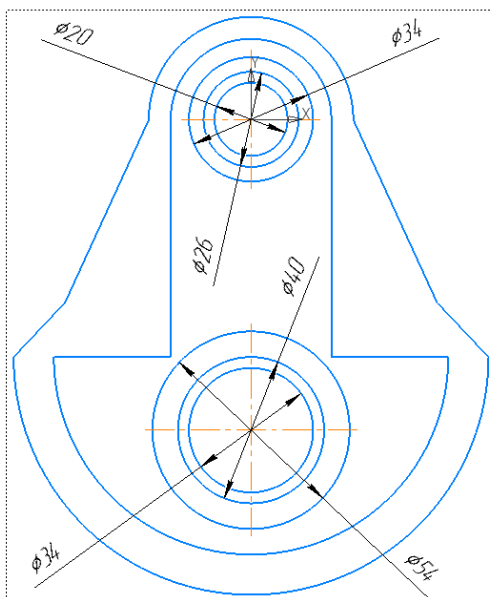

Рисунок 8 Вид детали сзади.
- 16) Примените инструмент «зеркальный массив» и отразите полученные операции на обратной стороне детали. Добавьте фаски на детали (рисунок 8, 9).